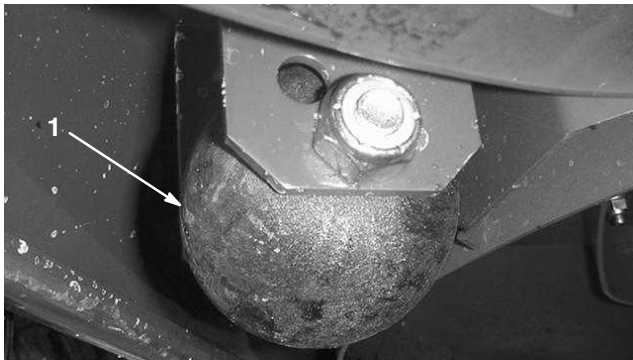

Bild 21
1. Entfernen Sie die Kopfschraube und Mutter, mit denen das Abstandsrad am Mähwerkbügel befestigt wird (Bild 21).